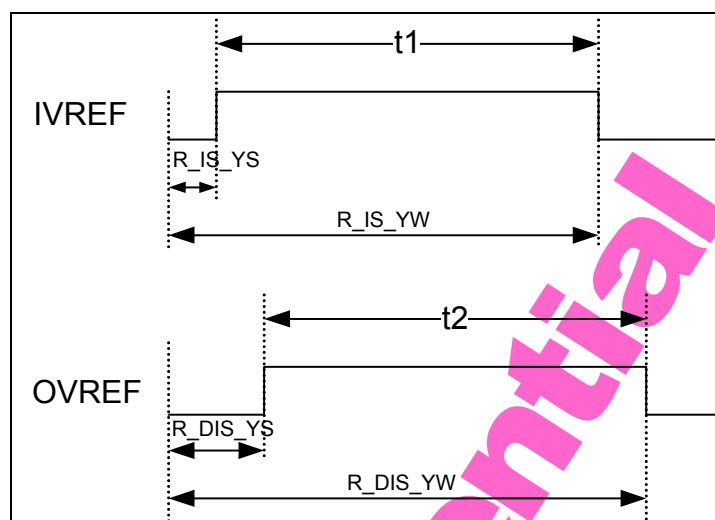

Figure 6-14 Timing Adjustment VREF Information
1. IVREF (t1) 總長度與OVREF (t2) 相近且小於OVREF (t2) (參考 **Figure 6-14**)。